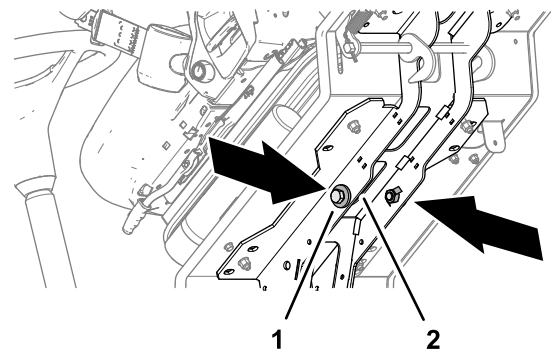

Figure 47
6. Rangez les 2 boulons (12 x 40 mm) et les 2 rondelles (12 mm) dans les longerons de support de la plate-forme (Figure 47).